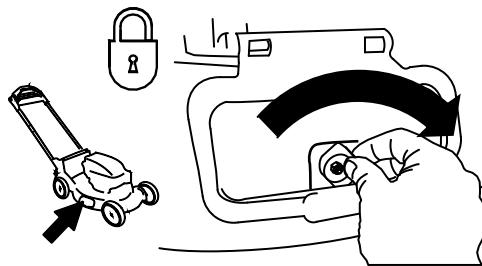

Figura 21
**Importante:** Bloquee el deflector de descarga lateral después de cerrarlo (Figura 21).